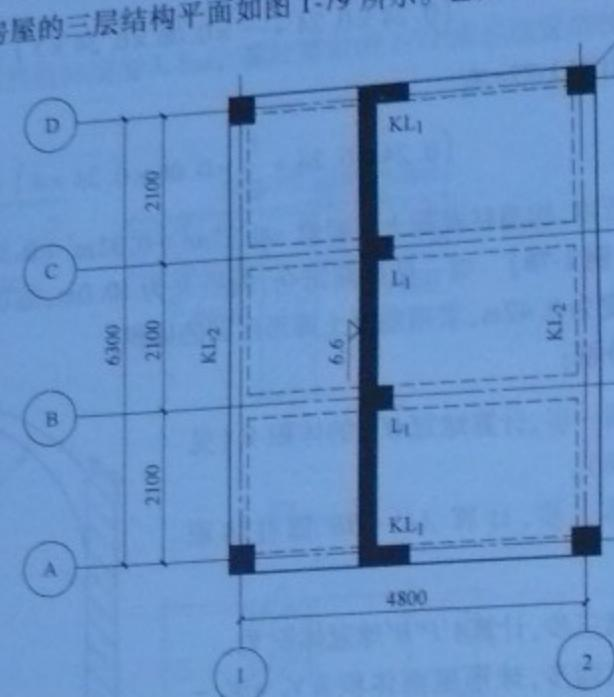

图 1-79 三层结构平面图
**【例 1-79】** 某现浇框架结构房屋的三层结构平面如图 1-79 所示。已知二层板顶高为 3.3m, 三层板顶标高为 6.6m, 板厚 100mm, 构件截面尺寸见表 1-37。试对图中所示钢筋混凝土构件进行项计算其工程量。